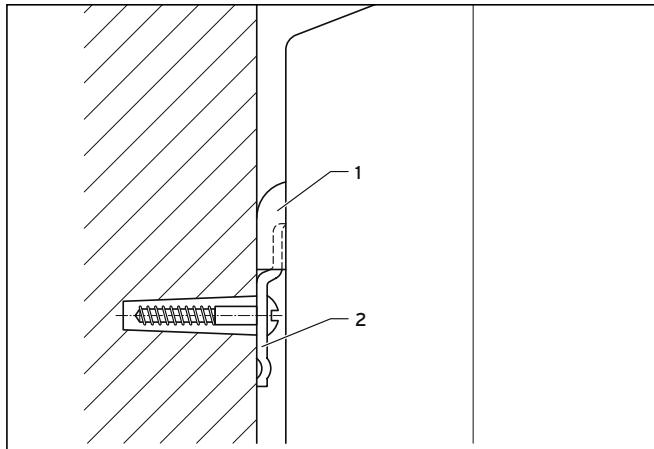

Fig. 4.7 Accrochage du ballon d'eau chaude sanitaire électrique
- Accrochez le ballon d'eau chaude au support (→ **(1)**, **Fig. 4.7**) par le haut au moyen des ergots d'accrochage (→ **(2)**, **Fig. 4.7**). Le manchon doit être orienté vers le haut pour l'appareil sous évier et vers le bas pour l'appareil monté au-dessus du plan de travail.